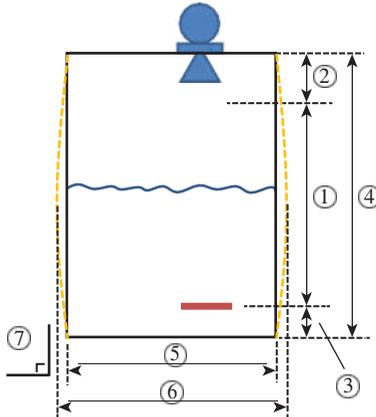

Рисунок 5.1
Диапазон измерения (1) ограничен верхней мертвой зоны (2) и нижней мертвой зоной (3) (рис. 5.1). Полная высота бака (4) также необходима для конфигурации. Некоторые резервуары имеют точку отсчета, базовый уровень, внутри резервуара, и если это так, объем часто устанавливается на ноль на этом уровне. Помните, что номинальный диаметр (5) будет меняться с повышением уровня (6), и возможно, что все параметры резервуара также будут меняться с температурой. Поверхность, на которой стоит резервуар, должна быть устойчивой, чтобы угол (7) резервуара не менялся со временем.